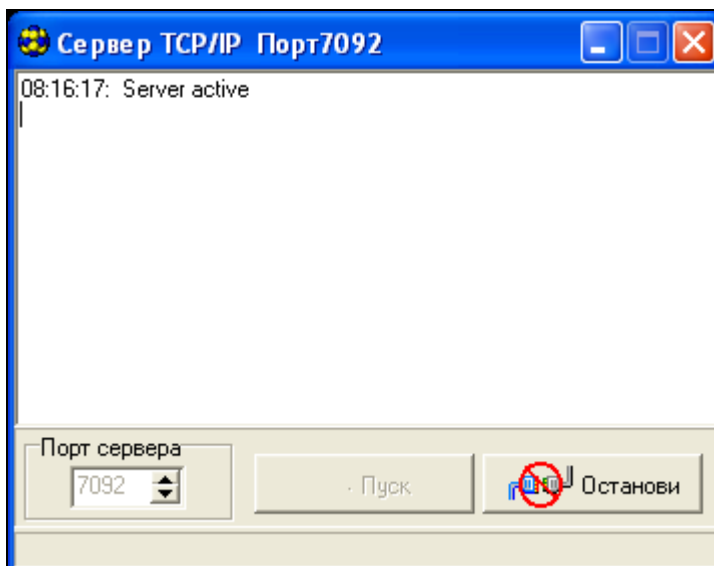

Рис. 10. Окно «TCP/IP».
2. Выбрать в меню «Связь» опцию «TCP/IP». В открывшемся окне будет отображена информация об активации сервера (см.: рис. 10).